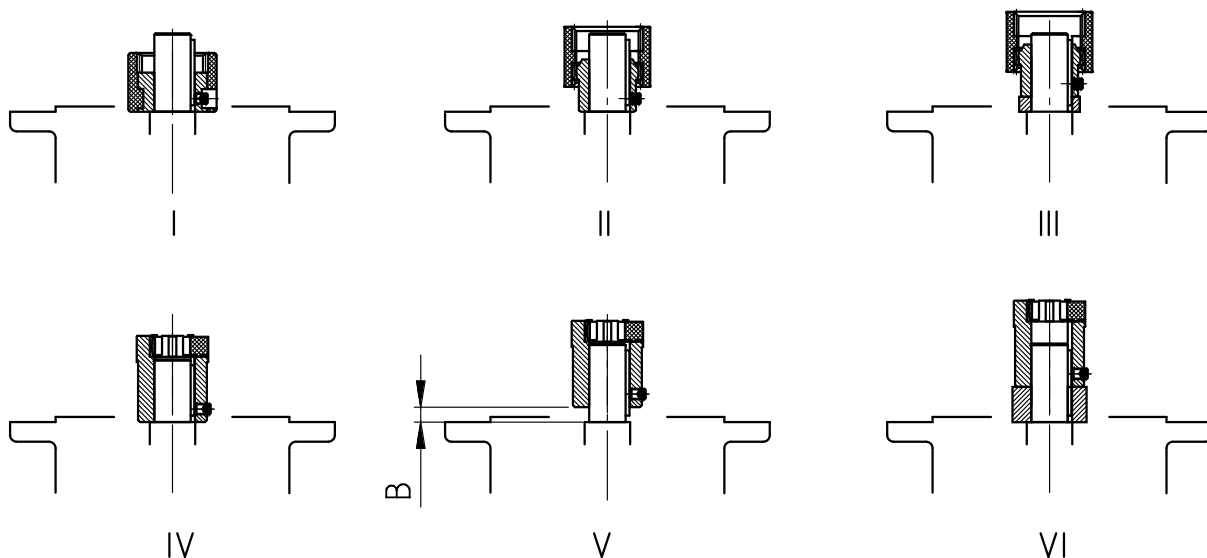

Bild 15: Montera koppling på motoraxeln vid olika kopplingsutföranden
3. Sätt kopplingshalvan på motoraxeln så att motorns krysskil griper in i kopplingshalvans spår. Dra åt kopplingshalvan enligt motortillverkarens anvisningar. Observera måttet B mellan kopplingshalvan och flänsen på raka standardväxlar (se "Bild 15"). På vissa **NEMA-adaptrar** måste kopplingens position justeras enligt informationen på klistermärket.
4. Montera medföljande plattkil (se "Bild 15: Montera koppling på motoraxeln vid olika kopplingsutföranden").
8. Montera motorn på adaptern. Montera då samtidigt även det medföljande kopplingskorset respektive kugghylsan (se Bild 15: Montera koppling på motoraxeln vid olika kopplingsutföranden). Om adapter AN360TC och AN400TC används ska adapterflänsen först fästas på motorn, därefter skruvas motorn fast på adaptern.